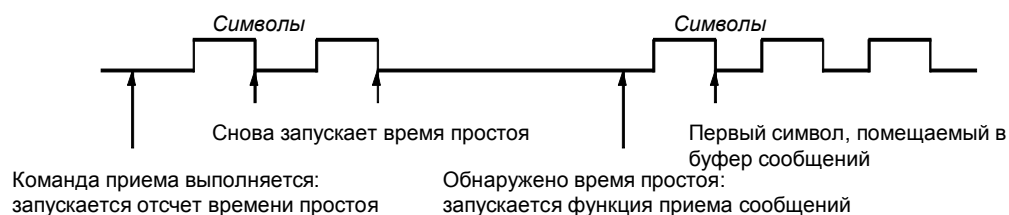

Рис. 6–11. Запуск команды приема с распознаванием бездействия линии
1. *Распознавание бездействия линии:* Условие бездействия линии определяется как время простоя или перерыва в работе линии передачи. Прием начинается, если линия связи находилась в простое или имела перерыв в работе в течение некоторого количества миллисекунд, указанного в SMW90 или SMW190. Когда в вашей программе выполняется команда приема, то функция приема сообщений иницирует поиск условия бездействия линии. Если прием каких-либо символов происходит до истечения времени простоя линии, то функция приема сообщений игнорирует эти символы и вновь запускает таймер простоя линии с временем, полученным из SMW90 или SMW190. См. рис. 6–11. По истечении времени простоя линии функция приема сообщений сохраняет все последующие полученные символы в буфере сообщений.